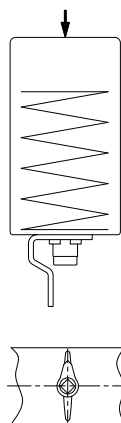

рис. 1
1. Одинарное действие НЗ (нормально закрытый). Диск и индикатор положения (58) должны находиться в закрытом положении (см. рис. 1).